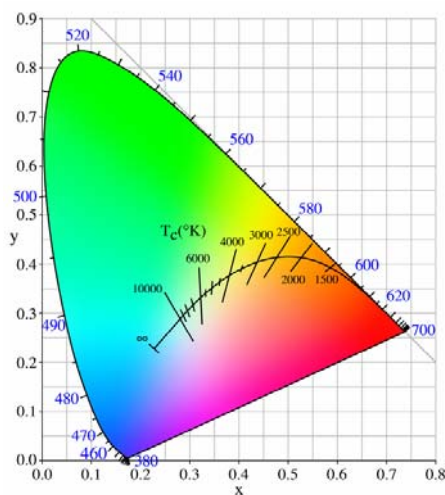

Рис. 2-8. Пространственная диаграмма цветности (*CIE 1931*) и излучение абсолютно черного тела.
В 1931 г. впервые на основании соотношений X, Y, Z Международной комиссией по освещению (*Commission internationale de l'éclairage 1931*) было построено первое математически обоснованное определение цветов, названное *CIE XYZ* (или *CIE 1931*) (рис. 2-8).
Внешняя граница на рис. 2-8 – это спектральное (или монохроматическое) расположение координат точек различных цветов с длинами волн, указанными в нанометрах.
4. *Цветовая температура* – это характеристика видимого света, которая определяется сравнением монохроматичности его излучения с излучением нагретого абсолютно черного тела. На рис. 2-8 в цветовом пространстве CIE показано излучение абсолютно черного тела, нагретого до определенных температур.